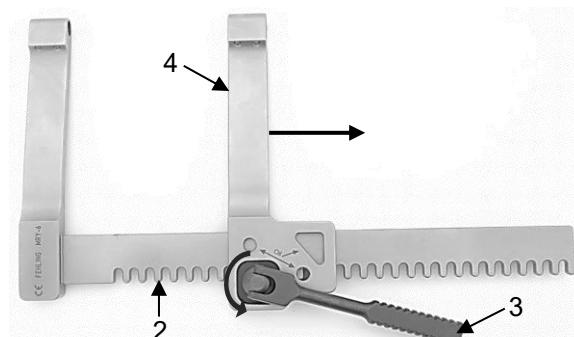

Fig. 18
Gire la palanca de accionamiento (3) en sentido contrario al de las agujas del reloj para desplazar el brazo separador móvil (4) en la cremallera (2) hacia fuera, hasta que se pueda desmontar (Fig. 18).